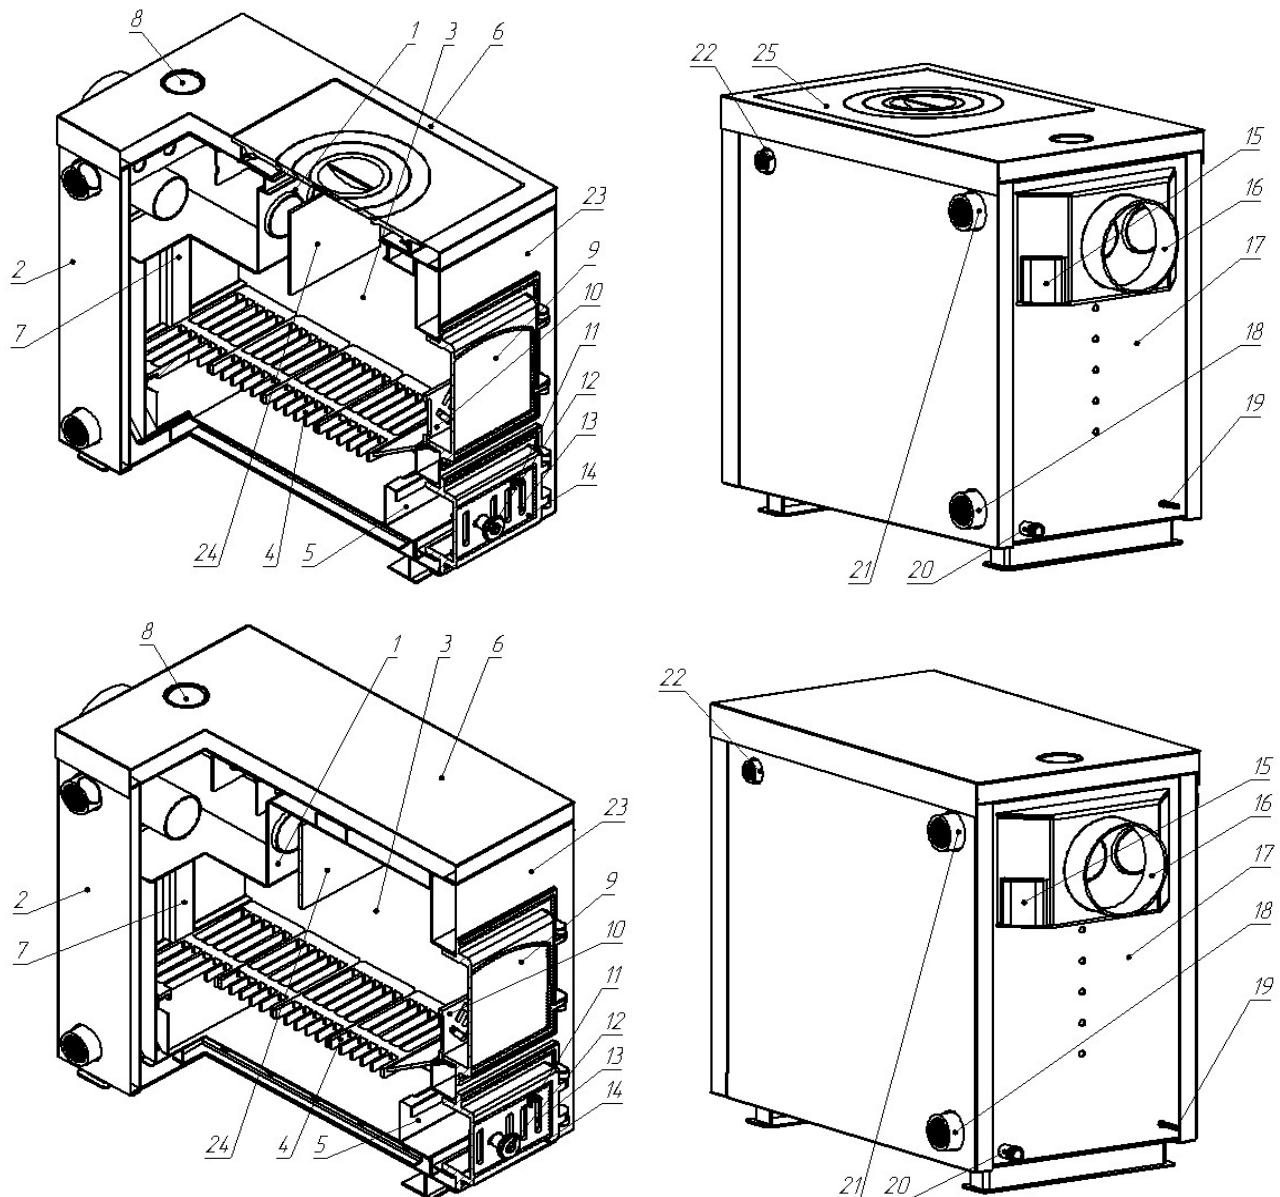

Рис. 1 Конструкция отопительного котла
4.6.4. Эксплуатировать котел при неполном заполнении системы отопления водой и с открытыми дверцами (поз.9,14) (см. рис.1).
5.1. Котел (рис.1) состоит из корпуса (поз. 17), топки (поз.3), теплообменника (поз. 1), дымохода (поз. 16).